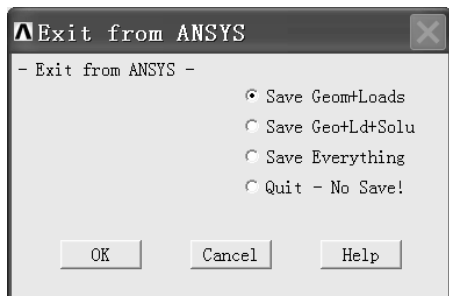

图 10-45 “Exit from ANSYS”窗口
(5) 单击“EDWRITE Command”窗口右上角的叉号关闭该窗口。
(6) 单击操作界面右上角的叉号关闭整个操作界面，弹出“Exit from ANSYS”窗口（见图 10-45）。